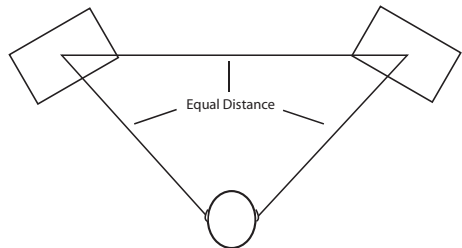

Figura 2.
*Quando coloque los monitores le interesará configurarlos en lo que se conoce habitualmente como el "triángulo de mezcla". En esta configuración ideal, el espacio entre los monitores izquierdo y derecho es igual a la distancia desde el oyente a cualquiera de los monitores, formando un triángulo equilátero (Figura 2)*